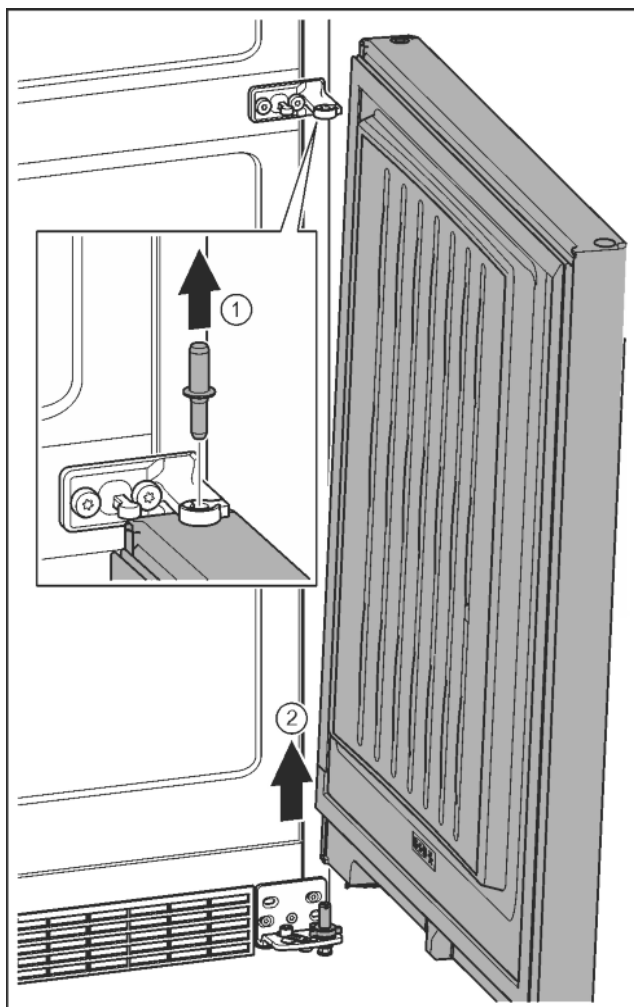

Fig. 11
- ▶ Извлечь пальцы движением вверх. Fig. 11 (1)
- ▶ Отклонить дверь, приподнять вверх и отставить в сторону. Fig. 11 (2)